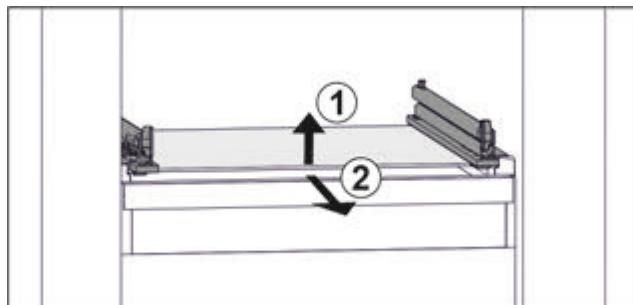

Fig. 93 Приближене відображення скляної пластини
- Підняти скляну пластину спереду. Fig. 93 (1)
- Вийняти скляну пластину рухом вперед. Fig. 93 (2)